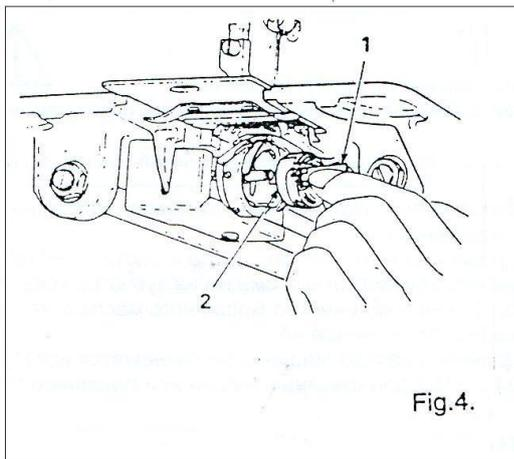

Fig.4.
1. Наденьте шпульку (5) (Рис. 4) на шпиндель шпульной моталки (6). Протяните игльную нить сквозь отверстие в пластине нитеводителя (7) и вставьте ее между двумя пластинами (8). После того, как игльная нить наматывается на шпульку в несколько мотков, потяните вниз ограничительную пластину (9) так, чтобы колесо шпульной моталки прижалось к приводному ремню. В процессе работы швейной машины шпульная моталка будет работать автоматически. После того, как шпулька будет полностью намотана, шпульная моталка остановится автоматически.
2. Проследите за тем, чтобы шпульная нить наматывалась на шпульку ровно и плотно. Изменяя силу давления натяжной пластины (8) регулируют натяжение шпульной нити при намотке, а, изменяя положение пластины нитеводителя (7), регулируют ровность намотки нити на шпульку. Не переполняйте шпульку при намотке. Нить должна быть намотана на 0,5 – 1 мм меньше, чем внешний диаметр шпульки. Количество наматываемой на шпульку нити регулируют, изменяя положение ограничительной пластины (9).